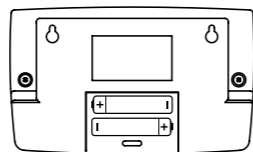
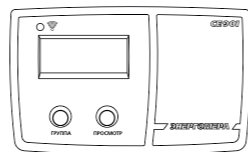

Рисунок 1
Рисунок 2
2.4 Установить в батарейный отсек устройства считывания счетчиков СЕ901 два литиевых элемента питания типа «АА» с соблюдением полярности (рисунок 1). На устройстве предусмотрены 2 кнопки «ГРУППА» и «ПРОСМОТР» (рисунок 2).